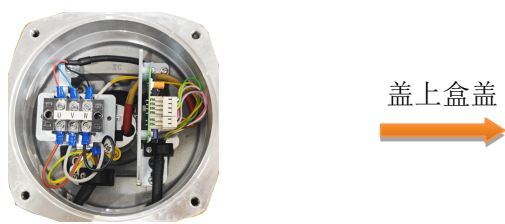

图 30
- a. 接地线接地：将黄绿色接地线圆形端头安装在本机接线箱内部左侧接地端上，如图 30 所示。
- a. 电机线与本机的接线：剥开 3 根电机线绝缘层，裸露铜线长度 1cm（注意铜线不得损伤），然后分别在 3 根电机线裸露铜端压接上 Φ4mm 鱼叉形端头。按照分体接线图中规定的接线端子号与电线颜色的对应关系，完成接线，确认紧固可靠，如图 30 所示。
- b. 信号线与本机接线：剥开 6 根信号线绝缘层，裸露铜线长度 1cm（注意铜线不得损伤）；编码器插头（4PIN）、热保护插头（2PIN）已预先安装至分体转换板上，取下两个插头根据分体接线图中规定的接线端子号与电线颜色的对应关系，完成编码器线、热保护线的接线后，将插头插回到分体转换板的对应插座上。确认接触可靠，如图 30 所示。